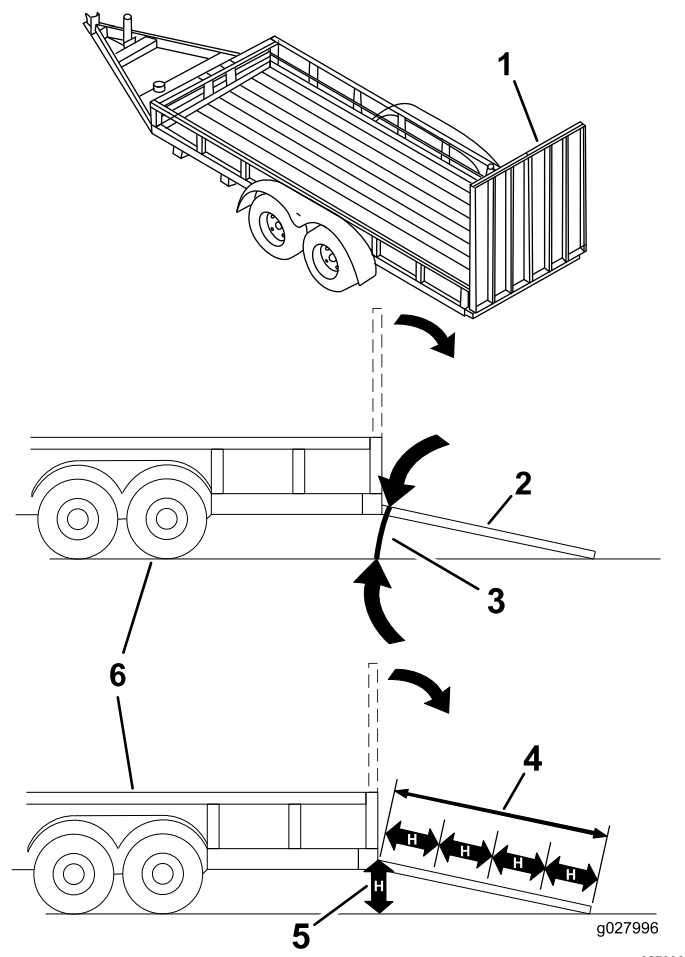

Figura 39
Colocar uma máquina num reboque ou camião aumenta a possibilidade de capotamento e pode provocar graves ferimentos ou morte (Figura 39).
3. Baixe a rampa, certificando-se de que o ângulo entre a rampa e o solo não é superior a 15 graus (Figura 39).
1. Baixe a rampa, certificando-se de que o ângulo entre a rampa e o solo não é superior a 15 graus (Figura 39).